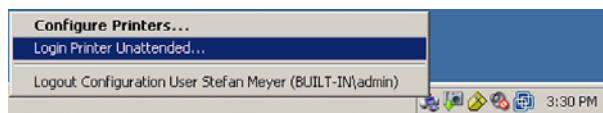

Figura 36 Definición del inicio de sesión del servicio de impresión
- 1 Haga clic con el botón secundario del ratón en el icono de Servicio de impresión de ECM de la barra de herramientas y seleccione **Login Printer Unattended** (consulte Figura 36 en la página 147).